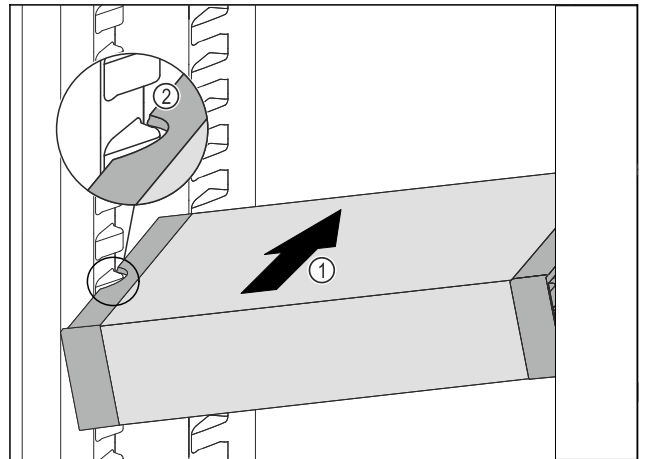

Fig. 78
- ▶ VarioSafe schräg in das Kühlteil einschieben Fig. 78 (1), bis sich die seitlichen Aussparungen Fig. 78 (2) des VarioSafes auf Höhe der Behälterrippe im Kühlteil befinden.